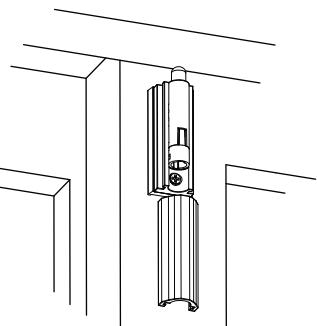

Fig 2.
1. Before installation, remove the pull-key and cover. Push the button while pulling the pull-key until it comes free. To remove cover, push down and slide it along the base towards the pull-key end. (Fig 2)
3. Place the pin body onto the base so that the location tab fits into one of the three position slots. (Fig 2) Select the position slot that gives the closest fit to the keeper without causing interference.
1. Avant l'installation, retirez la clé-tirette et le couvercle. Appuyez sur le bouton tout en tirant sur la clé-tirette jusqu'à ce qu'elle se libère. Pour enlever le couvercle, poussez-le le long de la base, vers l'extrémité de la clé de tirage. (Fig. 2)
3. Mettez la chambre de la cheville dans le support de manière à ce que l'onglet de positionnement entre dans l'une des trois fentes d'alignement. (Fig. 2) Choisissez la fente d'alignement qui se trouve le plus près de la gâche sans interférence.
1. Antes de la instalación, retire la llave de bloqueo y la cubierta. Presione el botón y tire de la llave de bloqueo hasta retirarla. Para retirar la cubierta, empújela hacia abajo y deslícela a lo largo de la base hacia el extremo de la llave de bloqueo. (Fig. 2)
3. Coloque la caja del pasador sobre la base de manera que la lengüeta de posición calce en una de las tres ranuras de posición. (Fig. 2) Seleccione la ranura de posición que proporcione el calce más cercano al dispositivo de cierre sin provocar interferencia.